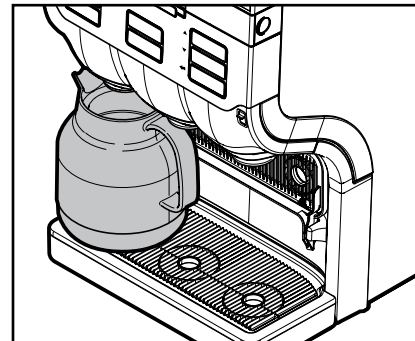

Fig. 12
- Plasser kannen på dryppbrettet. (Fig. 12)